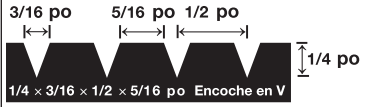

Figure 2
- Truelle à encoches en V de 3/16 x 1/4 x 5/16 po (fig. 2)